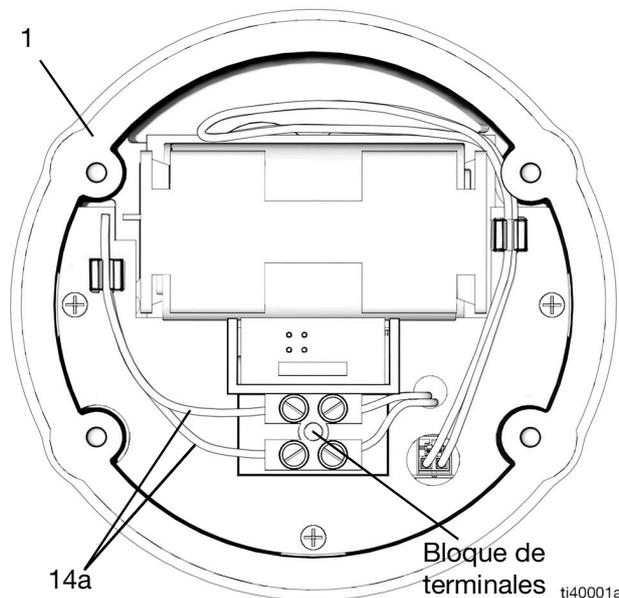

FIG. 31
6. Desconecte los cables solenoides (14a) del bloque de terminales del bisel (1) (FIG. 31).
6. Vuelva a conectar los cables de solenoide (14a) en el bloque de terminales del bisel (1). Los cables son independientes de la polaridad, así que coloque cada cable en la apertura de cada terminal, consulte la FIG. 31 en la página 16.